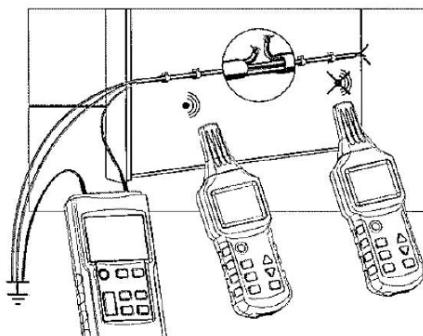

Рисунок 2-2
В данном примере воспользуйтесь куском экранированного кабеля с площадью поперечного сечения 1,5 мм². Временно закрепите 5 м этого кабеля на стене на уровне глаз с помощью пластмассовых скоб на гвоздях. Удостоверьтесь, что к стене имеется доступ с обеих сторон. Создайте искусственный разрыв на расстоянии 1,5 м от конца кабеля. Концы линии должны быть открыты. Зачистите разорванный провод на конце экранированного кабеля и подсоедините его с помощью измерительных проводов к гнезду (10) передатчика. Подключите гнездо (11) передатчика к подходящему заземлению. Все прочие провода кабеля также должны быть подсоединенены к передатчику и через то же заземление (см. Рисунок 2-2).